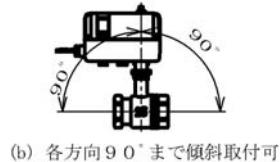

図2 取付姿勢（図はネジ込み形）
- アクチュエータがバルブ本体より上側になるような姿勢で取付けて下さい。（図2）